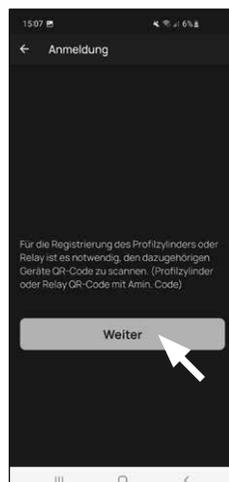

Fig. 4
- 4 Toque em "Próximo" (fig. 4). Você pode ser solicitado a confirmar o acesso do aplicativo à câmera.